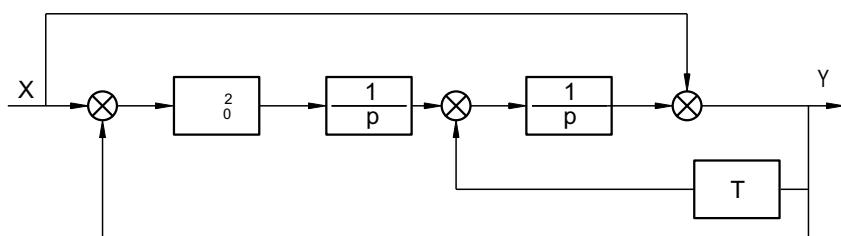

Рисунок 12. Структурная схема режекторного фильтра.
В соответствии с уравнением (9) составим структурную схему (Рисунок 12).